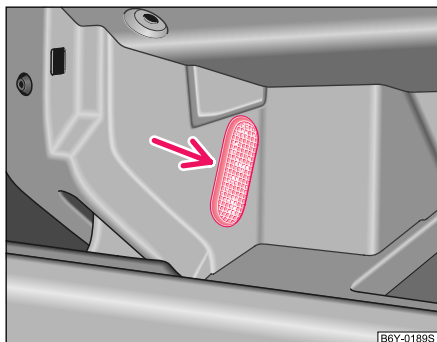

Fig. 161 Desmontar la lámpara del compartimento guardaobjetos en el lado del acompañante
- Introducir un cuchillo o un destornillador en un lado entre la lámpara y el compartimento guardaobjetos ⇒ fig. 161. Sacar la lámpara, apalancándola con cuidado.